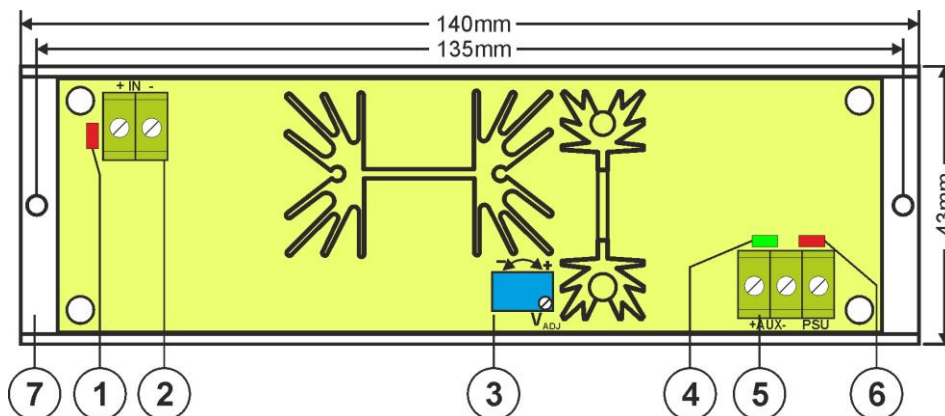

Fig.2 Vista del modulo del trasformatore
### 1.2. Descrizione degli elementi e dei giunti del modulo (fig.2, tab.1, tab.2)
N. [fig.2]	Descrizione dell'elemento